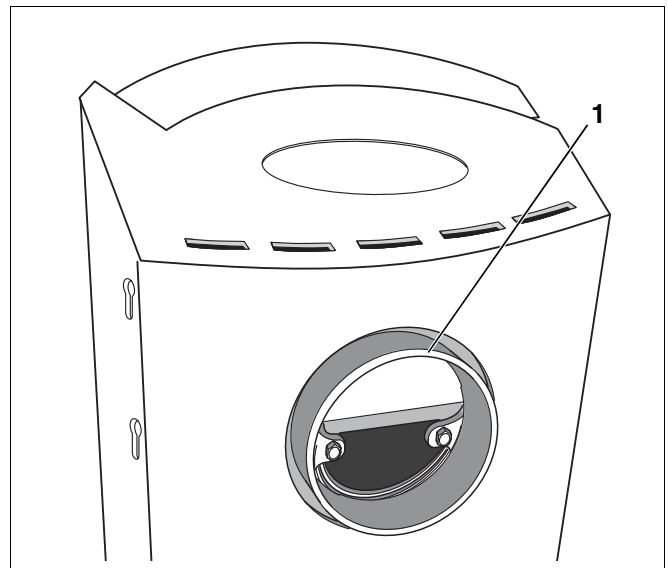

Abb. 52 Abgasanschluss Rückseite – Abgasstutzen
- Abgasstutzen am Abgasanschluss Rückseite montieren (Abb. 52, **Pos. 1**).